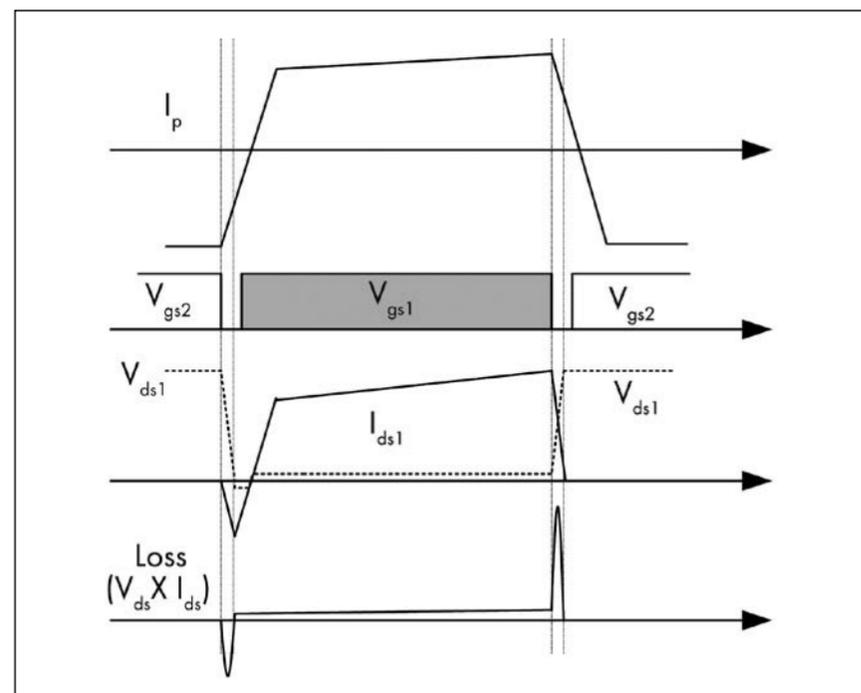

图 2. 不对称半桥转换器的详细开关波形。
- 能量传送网络包含一个 DC 隔直电容和一个变压器。这个网络利用 DC 隔直电容 (C_B) 消除方波电压 (V_d) 的 DC 偏移，然后通过变压器把纯 AC 方波电压传送到次级端。由于存在泄漏电感，变压器初级端电流 I_p 滞后于加在变压器初级端上的电压，这就让 MOSFET 得以零电压导通。如图 2 所示，在其中一个开关断开之后，I_p 对 MOSFET 输出电容进行充电 (或放电)，最终开关电压从一个输入电轨变化到另一个 (从 V_{in} 到地或从地到 V_{in})。接着，I_p 继续流经反向并联的体二极管。只要体二极管导通，相应的 MOSFET 就能够零电压导通。这种软开关方案不仅可降低开关损耗，还能减小电磁干扰 (EMI)。